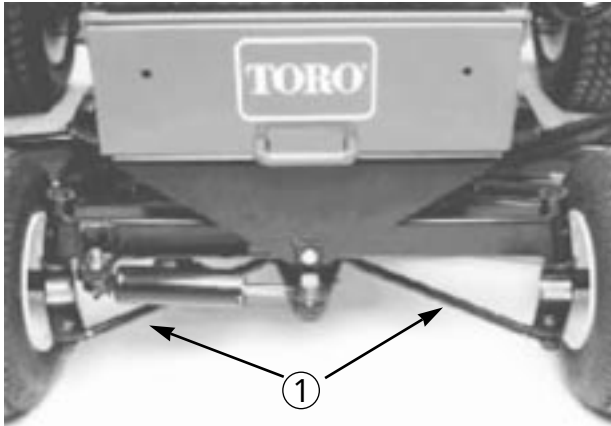

図 69
2. 両方のタイロッド（図69）のジャムナットを外し、左右のタイヤの中央線間距離を測ったときに前での計測が3mm小さくなるように調整する。